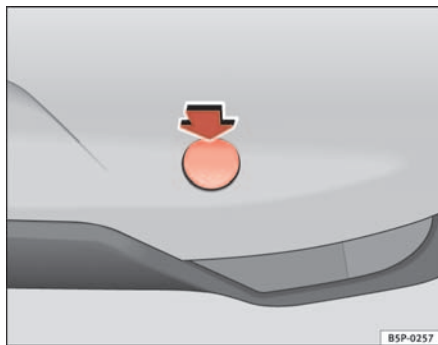

Fig. 205 Tampa da argola de reboque traseira
- Solte a tampa premindo a parte superior da mesma no sentido da seta ⇒ **fig. 205**.